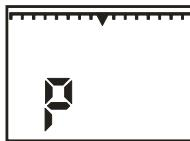

Рисунок 9.5
9.7 При разряде аккумуляторной батареи происходит сброс индикации измеряемой концентрации, на индикаторе отображается надпись " Р ", 16 сегментная “линейка” чиста (рисунок 9.5), и включается прерывистый кратковременный звуковой сигнал. При дальнейшем разряде аккумуляторной батареи питание газоанализатора отключается автоматически.